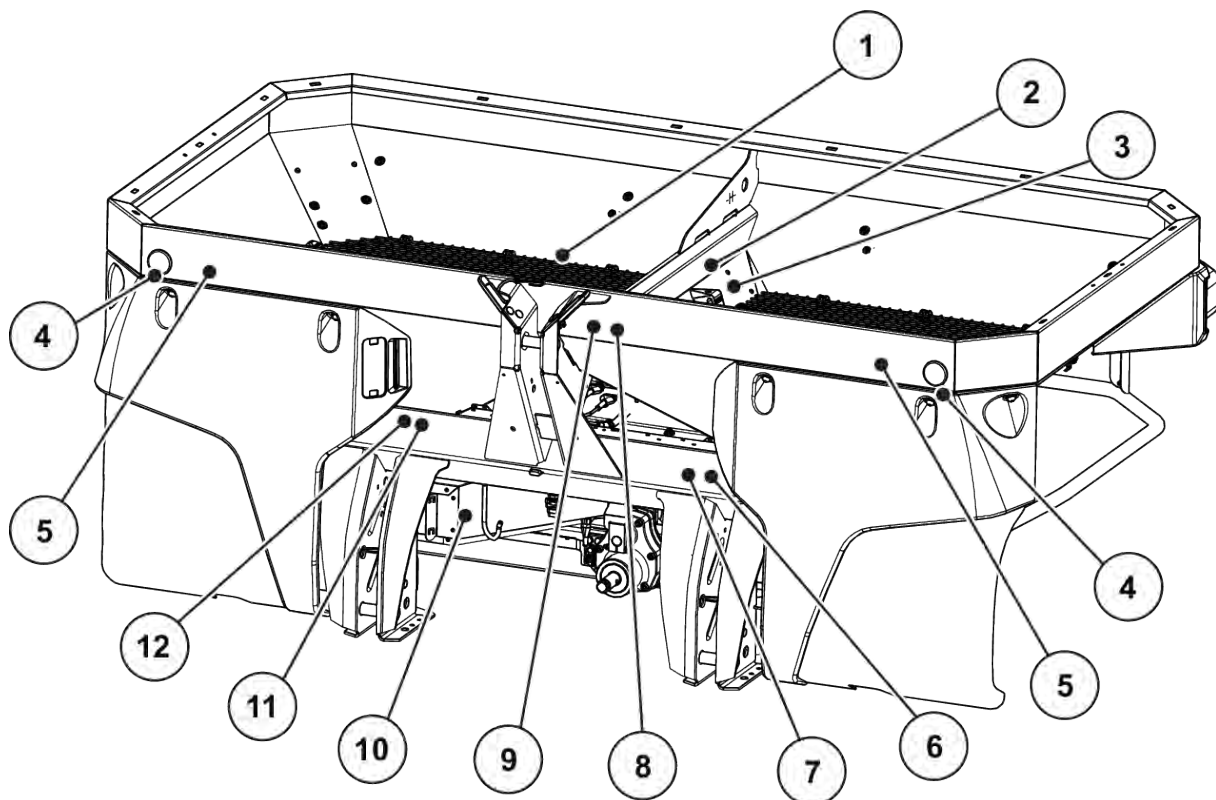

Fig. 2: Dispositifs de protection, autocollants d'avertissements et d'instructions, face avant
La machine est équipée en usine d'un équipement d'éclairage et d'une signalisation passive avant, arrière et latérale (application sur la machine, voir Fig. 2 Dispositifs de protection, autocollants d'avertissements et d'instructions, face avant).
- Dispositifs de protection - voir *Fig. 2 Dispositifs de protection, autocollants d'avertissements et d'instructions, face avant*